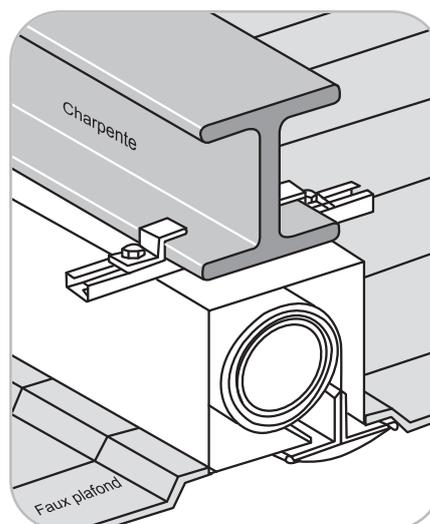

Fig. 23
- Par accrochage sur poutre métallique (Fig. 23).